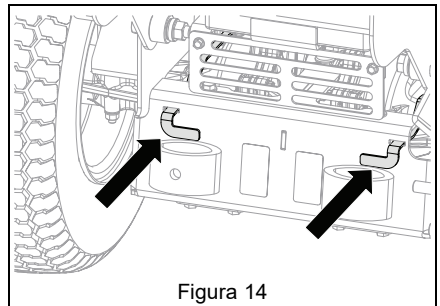

Figura 14
6. Empuje las palancas de derivación en la posición de funcionamiento. Consulte Figura 14.